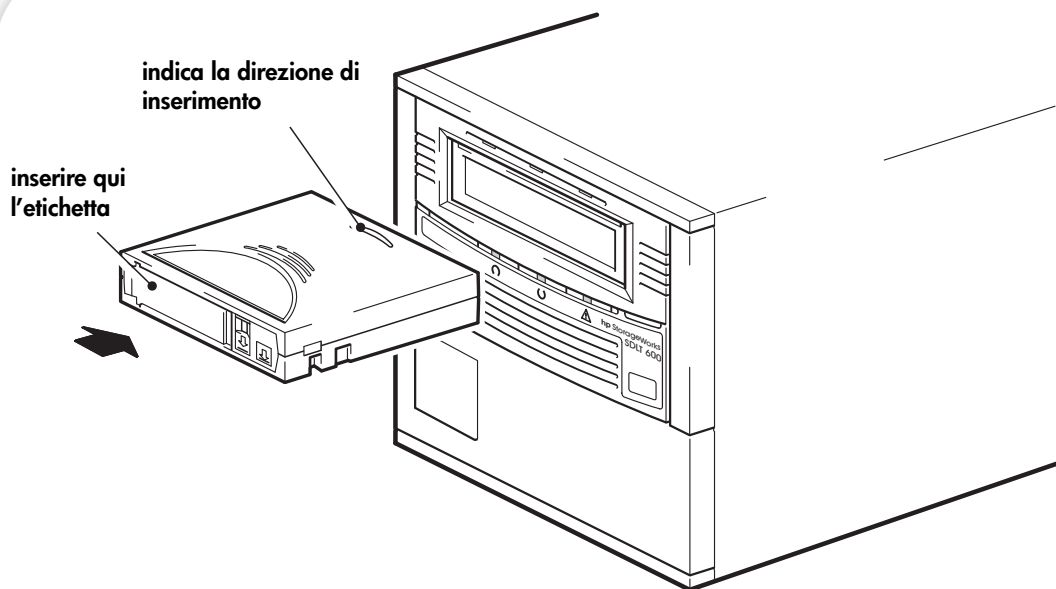

Figura 7a: caricamento di una cartuccia
- 1 Inserire la cartuccia nello slot situato nella parte anteriore dell'unità facendo attenzione che la freccia si trovi nella parte superiore e rivolta verso lo sportello dell'unità. Esercitare una lieve pressione fino a che l'unità non aggancia e carica la cartuccia (vedere la figura 7a).